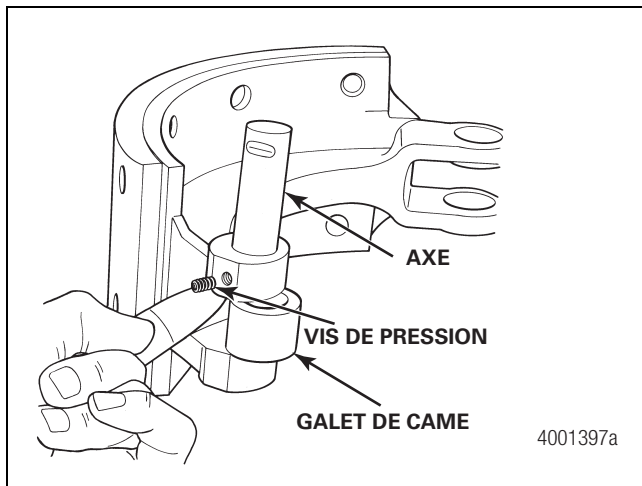

Figure 3.27
10. Si nécessaire, retirer le galet de came. Retirer la vis de pression fixant l'axe au segment de frein. Séparer le galet et l'axe du segment de frein. Figure 3.27.